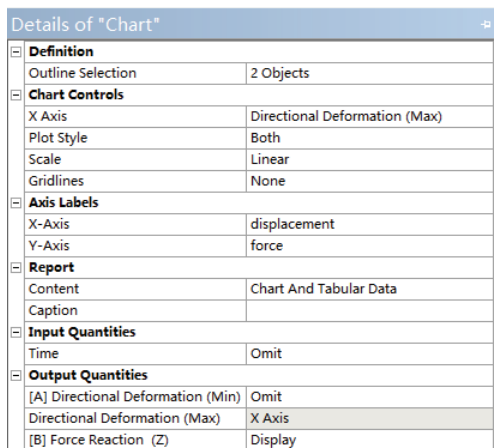
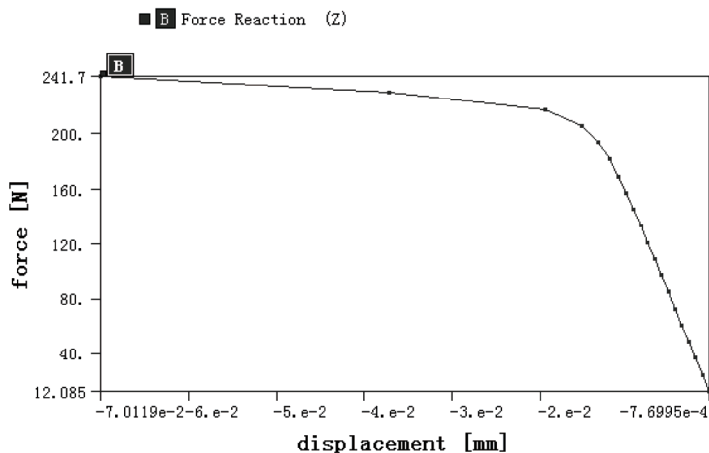

图 9-22 Chart 对象细节窗口
图 9-23 力-位移曲线
13) 设置 Chart 对象的细节表如图 9-22 所示, 得到的图形如图 9-23 所示。